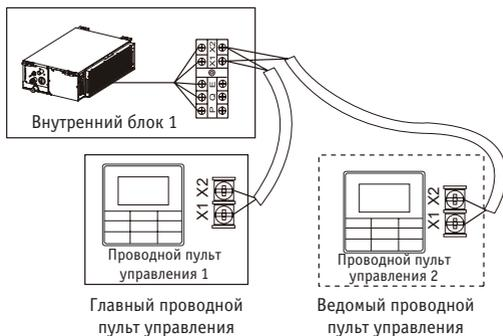

Рис. 9.7
- Используйте один проводной пульт управления для управления одним внутренним блоком или два проводных пульта управления (один главный и один ведомый пульт) для управления одним внутренним блоком (см. рисунок 9.7).